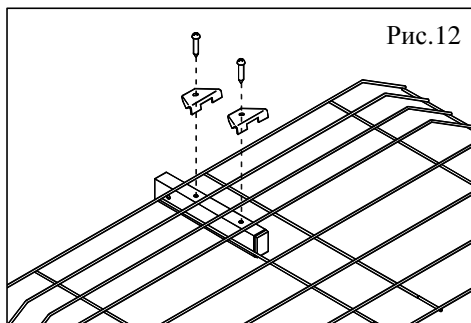

Рис.12
5.14. Положить рефлектор (сетку) на стойку рефлектора и зафиксировать держателями (рис.12) Для крепления держателей использовать самонарезающие винты №5.